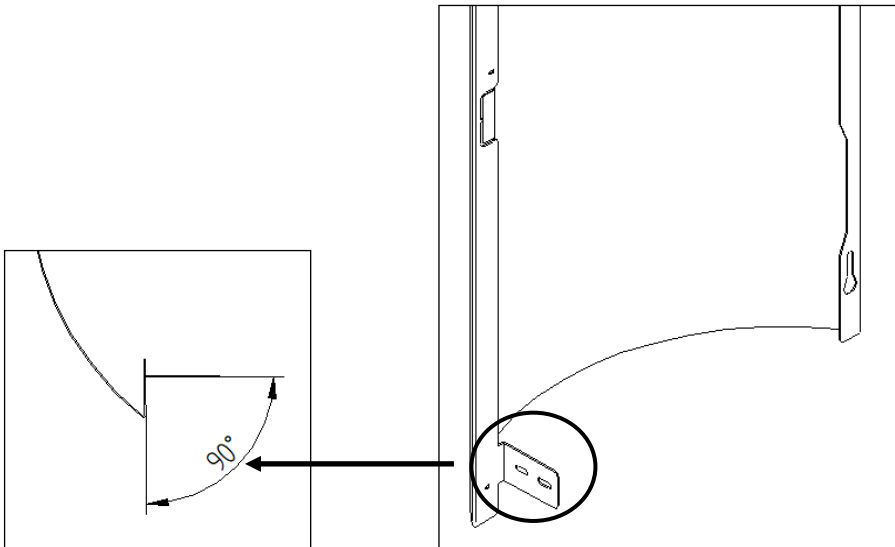

Figura 78 - Ángulo inferior de la pestaña
d) Luego, para enganchar las cubiertas laterales, primero debe doblar la pestaña como se muestra en la Figura 78 para asegurarse de que esté en un ángulo de menos de 90°.